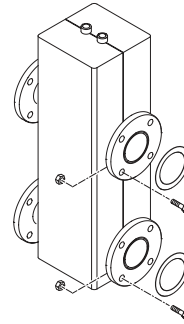

Fig. 8
**1.12 COMPENSADOR HIDRÁULICO CÓD. 8101552 PARA "MURELLE EQUIPE 280 ErP" (debe solicitarse por separado) (fig. 8)**